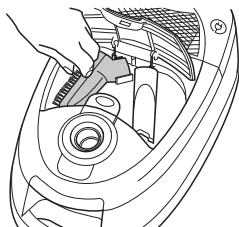

Abb. 5
■ Als **Zubehör** sind die Kombibürste und die Fugendüse im Lieferumfang enthalten. Sie können bei Nichtgebrauch im Zubehörfach verstaut werden (Abb. 5).